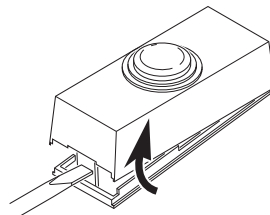

Figura 5
2. Con un destornillador pequeño, presione la pestaña en la parte inferior del botón pulsador para retirar la parte posterior (vea la Figura 5).